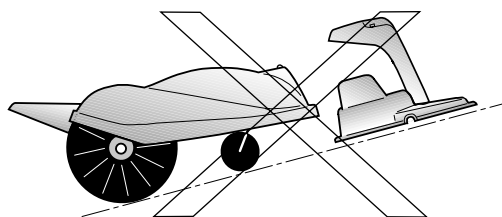

Fig.1
- Laddstationen får ej stå i uppförsbacke (fig. 1).